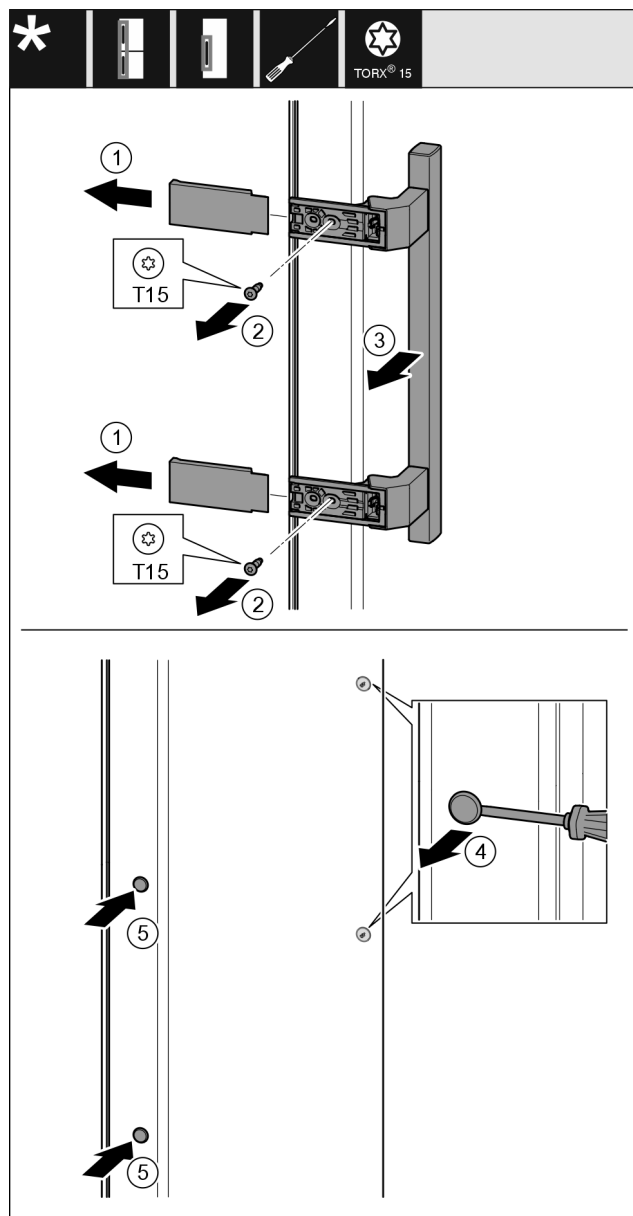

Fig. 49
- Togliere la copertura Fig. 49 (1).
- Estrarre le viti Fig. 49 (2) con un cacciavite.
- Rimuovere la maniglia Fig. 49 (3).
- Sollevare il tappo laterale Fig. 49 (4) con cautela con un cacciavite a intaglio ed estrarlo.
- Reinserire il tappo Fig. 49 (5) sull'altro lato.